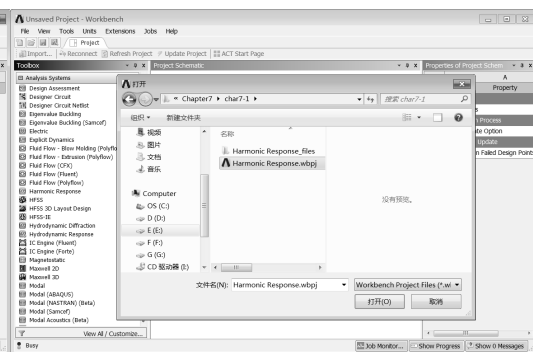

图 7-3 保存工程文件
Step3：如图 7-3 所示，单击 Workbench 窗口中的 按钮，在“另存为”对话框中输入文件名 Harmonic Response，单击“保存”按钮，保存工程文件。